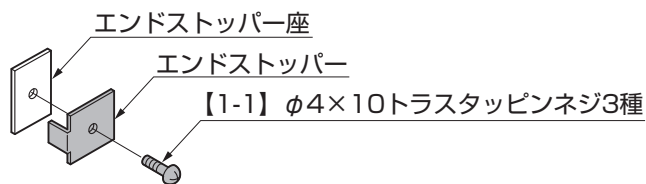

図5-2 エンドストッパーの組付け
②エンドストッパー座とエンドストッパーを【1-1】で仮止めしてください。(図5-2参照)
③レールの家側からレールにエンドストッパー座とエンドストッパーをはさみ込むように入れてください。